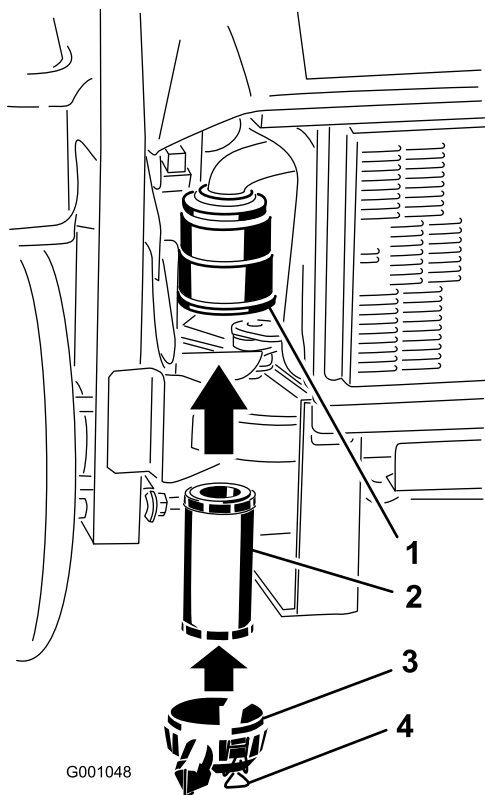

Bild 36
2. Schieben Sie den Filter vorsichtig in das Gehäuse (Bild 36). Stellen Sie sicher, dass dieser einwandfrei einliegt, indem Sie beim Einbauen auf den äußeren Rand des Filters drücken.
3. Bringen Sie die Luftfilterabdeckung an und befestigen Sie die Riegel (Bild 36).